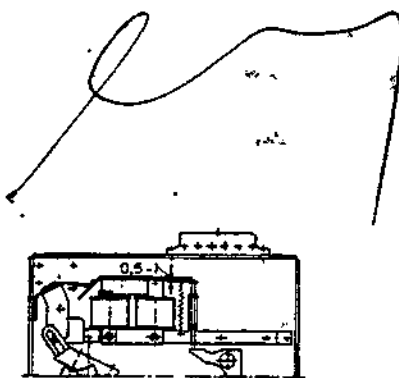

Fig. 4: Relé de mínima tensão montado em um disjuntor MEY-RAPID
1.3.7.2. Relé de mínima tensão (r) (Fig.4)